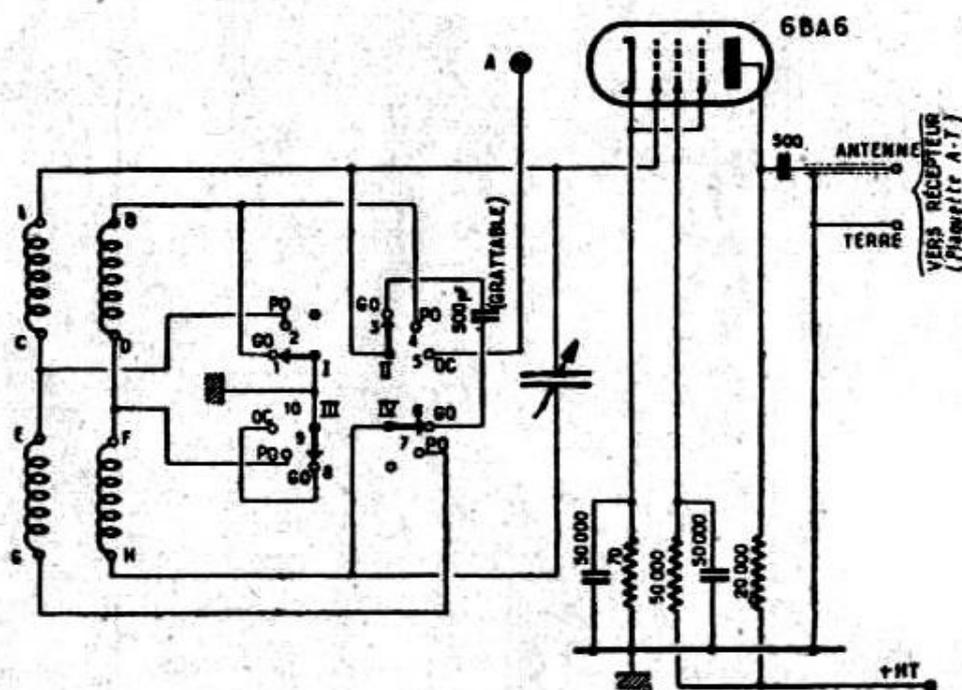

FIG. 89. — Schéma de principe du cadre à lampes
**Le cadre à lampe.** — Voici maintenant un modèle de cadre plus perfectionné (fig. 89). Il est muni d'une lampe montée en amplificatrice, il apporte par conséquent au poste, non seulement un système antiparasite, mais aussi une amplifi-